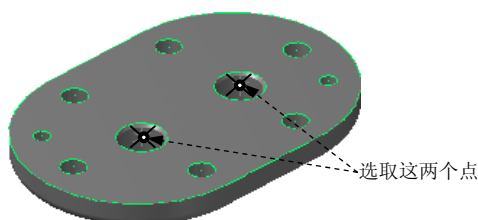

图 16.18 选取钻孔的点
Step1. 选择下拉菜单 **工具路径**  **2D 钻孔** 命令，系统弹出“选取钻孔的点”对话框，选取图 16.18 所示的两个圆的中心点为钻孔点。
Step4. 选择刀具。在“2D 刀具路径 - 钻孔/全圆铣削 深孔钻-无啄孔”对话框中，单击 **从刀具库中选择...** 按钮，系统弹出图 16.18 所示的“选择刀具”对话框，在该对话框的列表框中选择图 16.21 所示的刀具。单击  按钮，关闭“选择刀具”对话框，系统返回至“2D 刀具路径 - 钻孔/全圆铣削 深孔钻-无啄孔”对话框。
(1) 在“2D 刀具路径 - 钻孔/全圆铣削 深孔钻-无啄孔”对话框的刀具列表中双击该刀具，系统弹出“定义刀具-机床群组-1”对话框。